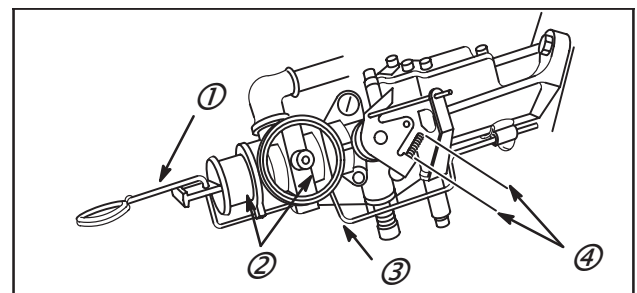

Fig. 60
Tirer complètement le levier (1) en position STARTER (2). La distance entre la biellette de papillon et la vis de butée (4) doit être de 14,27 mm. Pour régler, plier la tringle comme indiqué (3), Fig. 60.